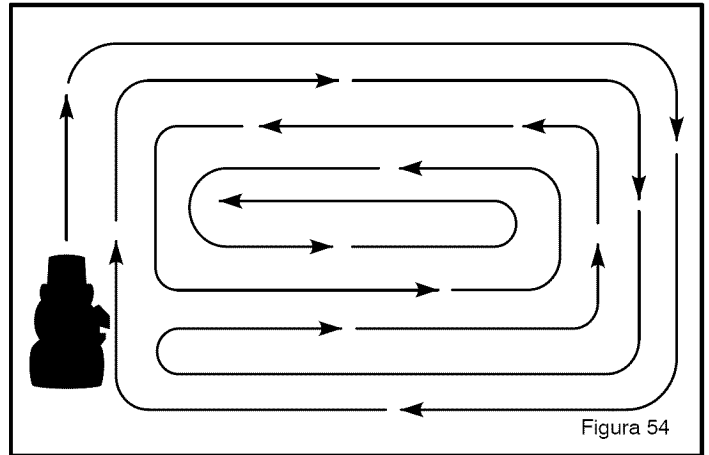

Figura 54
8. Cuando se cortan áreas grandes, empiece por doblar a la derecha para que los recortes de la hierba se descarguen en sentido opuesto de los arbustos, las cerca, las entradas de autos, etc. Después de una o dos vueltas, corte en la dirección opuesta dando vueltas hacia la izquierda hasta que termine (Figura 54).